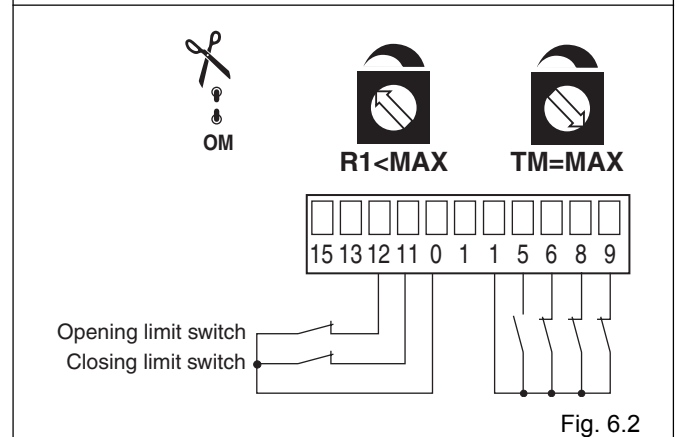

Fig. 6.2
- (Fig.6.2) **Het paneel stopt op de begrenzers en keert om op de obstakels**